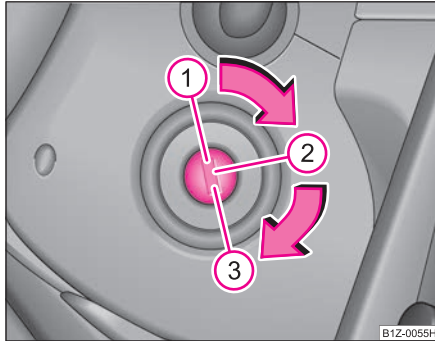

Fig. 115 Pozițiile cheii în contact
– Rotiți cheia în poziția ① ⇒ pagina 121, fig. 115.